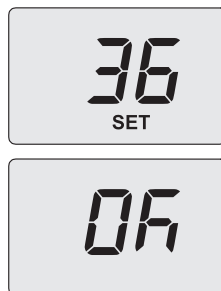

Figura 5.54
- Utilizzando i tasti 12 o 13 è possibile modificare il valore del parametro 10 da **00=0s** a **100=500s** (ogni aumento o diminuzione di una unità sul display corrisponde a 5 secondi). Es. 36=180 secondi. Sul display compare la scritta "**SET**" (Figura 5.54).
- Premendo il tasto 14 (Figura 5.51) si ottiene la conferma del valore inserito. Sul display appare per 3 sec. la scritta "**Ok**" (Figura 5.54), per poi visualizzare la lista dei parametri.